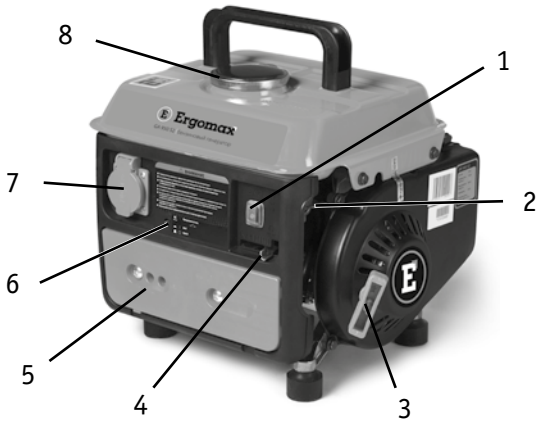
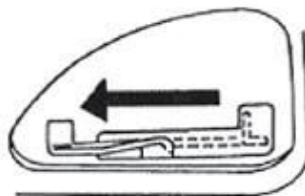

Рис. 1.1
Рис. 3.2
Внешний вид генератора и расположение элементов управления представлено на **рис. 1.1** и **1.2**.
1. Открутите крышку топливного бака (8) (**рис. 1.1**) и проверьте уровень топлива.
2. Переведите выключатель двигателя (1) в положение «ВКЛ» (рис. 1.1).
3. Передвиньте рычаг воздушной заслонки (4) до упора влево (рис. 1.1), как показано на схеме (рис. 3.2). Если двигатель теплый, оставьте рычаг в прежнем положении.
4. Потяните на себя рукоятку стартера (3), пока не почувствуете натяжение шнура стартера, затем резко дерните рукоятку на себя (рис. 1.1). Повторите несколько раз до пуска двигателя.
3. Подсоедините оборудование к розетке переменного тока (7) (**рис. 1.1**).
Для аварийной остановки двигателя просто поверните выключатель двигателя (1) в положение «ВЫКЛ» (рис. 1.1).
1. Выключите все электроприборы, подключенные к генератору, и вытащите вилку из розетки переменного тока (7) (рис. 1.1).